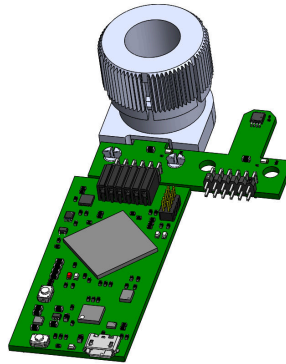

图 4-10. EVM 上的旋转和推送模块
- b. 将旋转模块连接到 EVM 以进行使用 (请参阅图 4-10)。有关如何使用该模块的更多详细信息，请参阅节 4.2.2。
1. 将旋转和推送模块连接到 EVM，如图 4-10 所示。